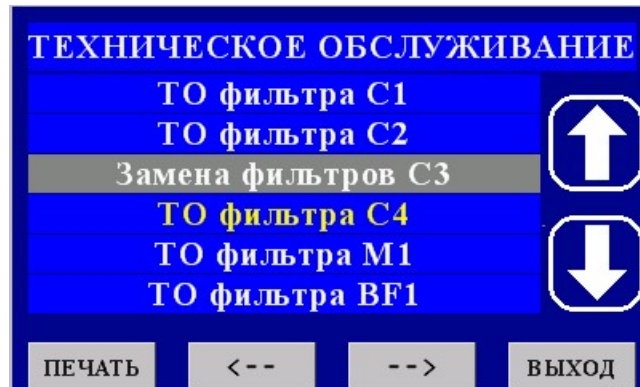

Рис.1
- 2) выбрать пункт «Замена фильтров С3» (рис.1);